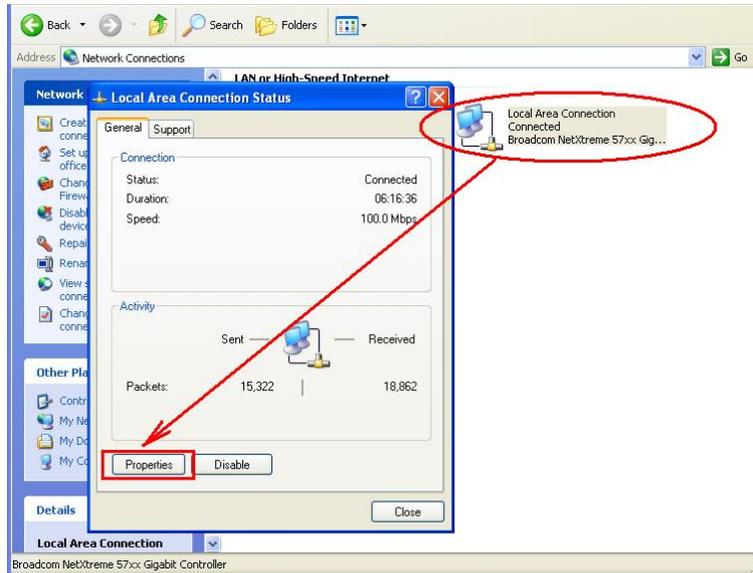

图 3.2.9
2. 进入以太网卡列表，双击连接的以太网卡图标。点击 Properties 按钮，系统弹出 Local Area Connection...的属性对话框，如图 3.2.9 所示：